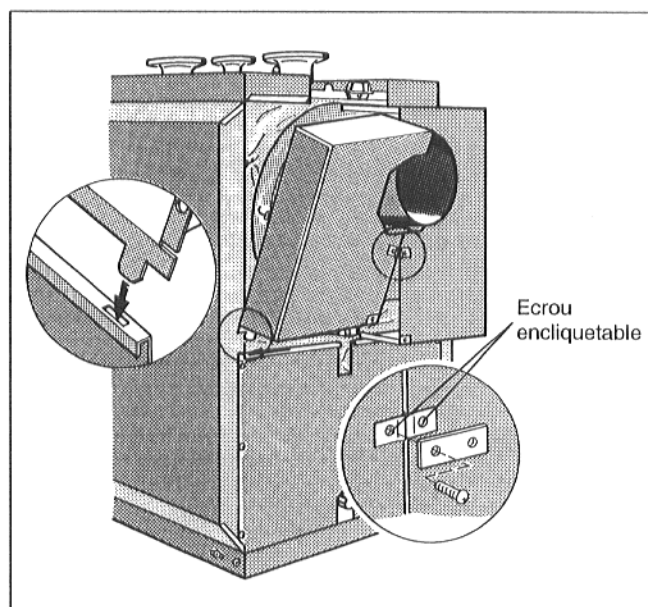

Fig. 16
- Insérer les deux languettes inférieures des faces arrières supérieures dans les fentes du rebord de la face arrière inférieure (Fig. 16).
- Accrocher les deux crochets supérieurs au rebord de la partie gauche ou droite du capot (Fig. 16).
- Fixer les deux parties supérieures de la face arrière à l'aide des 2 languettes de liaison et de vis Parker (Fig. 16).